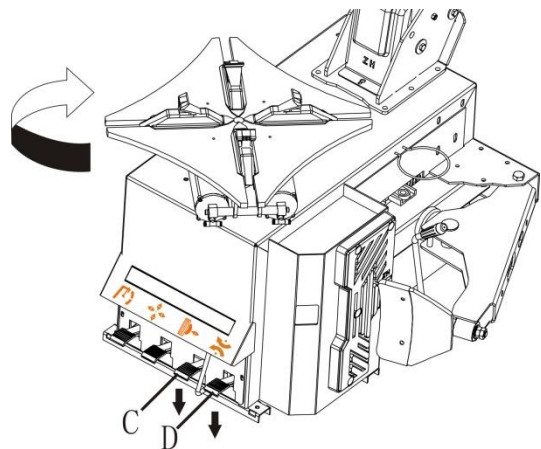

Abb. 11
- Testen Sie ob die Maschine richtig angeschlossen ist mittels einzudrücken der Pedale zur Bedienung der Drehscheibe (D, Abb.11). Die Drehscheibe muss in Uhrzeigersinn drehen!! **DIESER TEST IST SEHR WICHTIG!**
- Folgend testen Sie den Fersenbrecher mittels eindrücken des Bedienpedal (C, Abb.11). Diesen Test führen Sie 3- bis 5-mal durch während eine zweite Person an der Rückseite der Maschine beobachtet ob ein Tropfen Öl in das Reservoir (F, Abb.10) injiziert wird. Findet Injektion des Öls nicht statt stellen Sie die Injektion mittels der Stellschraube (E, Abb.10) bitte erneut ein.